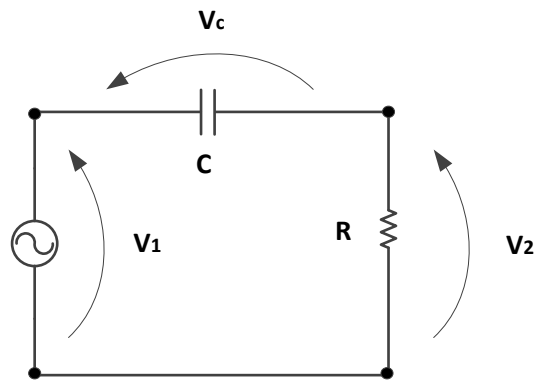

Figura 4 - Circuito para medição de defasagem.
- Monte o circuito conforme mostrado na Figura 4 com $R = 1,0k \Omega$ e o capacitor $C = 100 \text{ nF}$. Observe com o osciloscópio as formas de onda de v_1 (por meio do canal 1 (Ch1)), v_2 (por meio do canal 2 (Ch2)) e v_c através da função MATH.